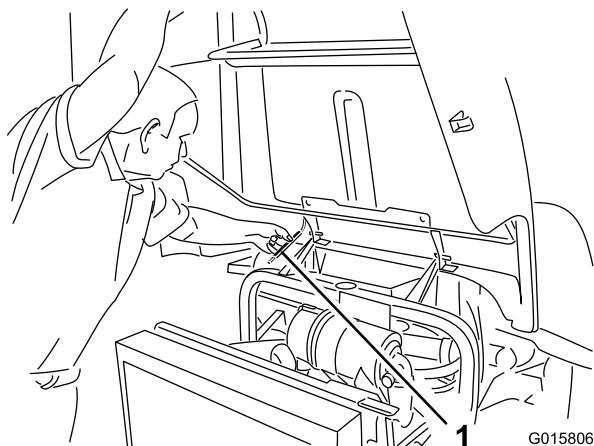

Figure 26
2. Soulevez le capot jusqu'à ce que la béquille puisse être placée derrière le tube du châssis (Figure 26).